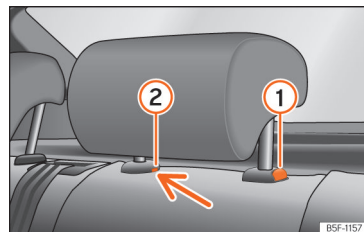

Fig. 69 Encostos de cabeça traseiros desmontagem.
- Pressione o botão »» Fig. 69 ①, pressionando ao mesmo tempo através do orifício da trava de segurança ② com uma chave de fendas plana com um máximo de 5 mm de largura e retire o encosto de cabeça.